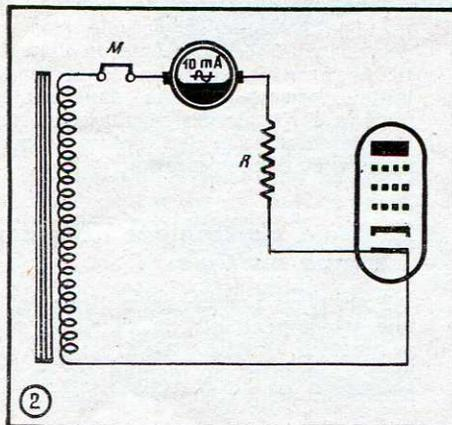

Fig. 2. — Essai de la continuité du filament.
1) CONTINUITÉ DU FILAMENT. — En mettant le commutateur « ESSAIS » sur la deuxième position, on obtient le montage de la figure 2. Le filament est branché en série avec la totalité de l'enroulement secondaire, le milliampèremètre disposé sur la sensibilité de 10 mA et la résistance li-